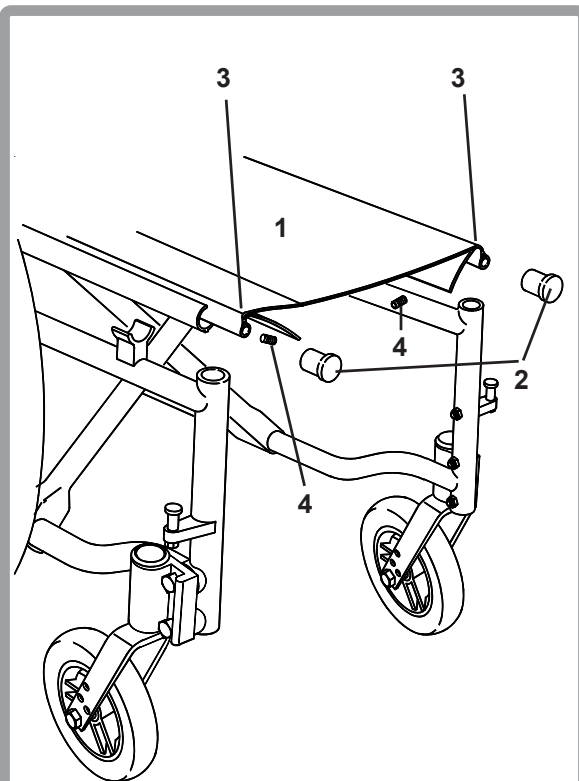

Fig. 45
De zitbekleding verwijderen (Fig. 45): maak de schroeven (4) aan beide einden van de zitrails los. Hierdoor kunnen de eindstoppers (2) en de zittingstangen (3) samen worden verwijderd.